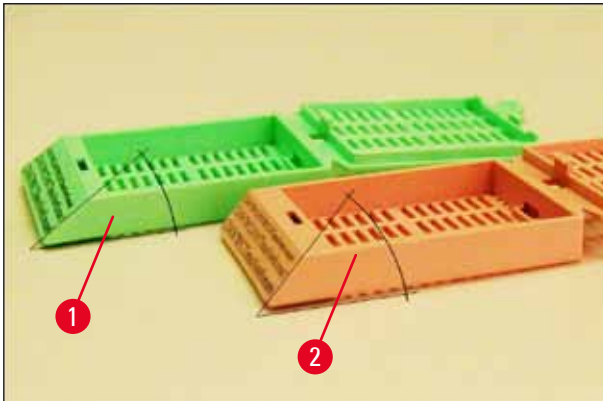

Abb. 8
- Der Winkel (→ "Abb. 8") kann, von unten gemessen, 35° (→ "Abb. 8-1") oder 45° betragen (→ "Abb. 8-2").